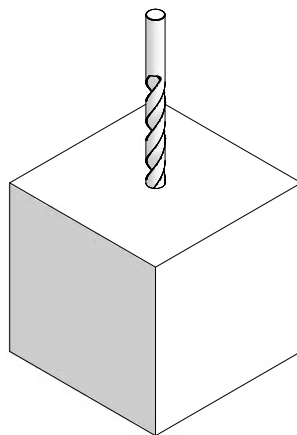

Fig. 9.4
2. Une fois le béton durci, et juste avant la pose des tiges filetées, percer et retirer le noyau en polystyrène de l'ancrage avec un foret de 14 à 14,5 mm (fig. 9.4). Le point d'ancrage est propre ; pas de saleté, d'eau gelée ou rouillée à l'intérieur du point d'ancrage.